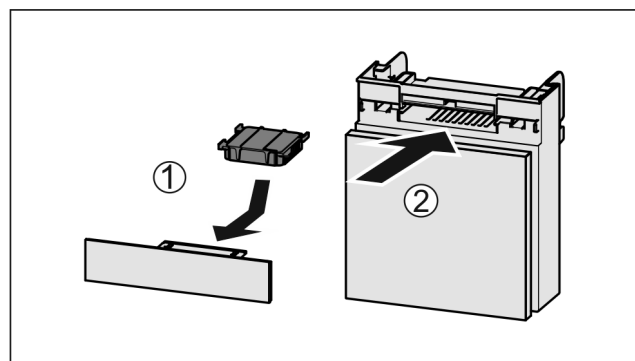

Fig. 109
- ▶ Introduceți Fig. 109 (1) filtrul de cărbune activ după cum se vede în figură.
- ▶ Împingeți Fig. 109 (2) compartimentul în interior.